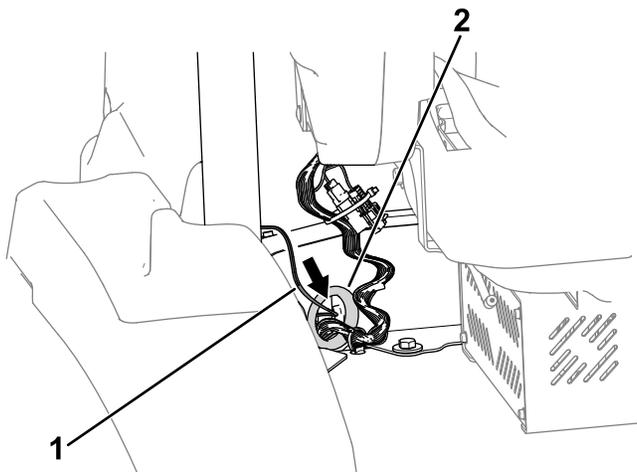

Bild 6
3. Führen Sie das mit P09 gekennzeichnete Ende des Kabelbaums durch die Tülle in der Plattform (Bild 6).